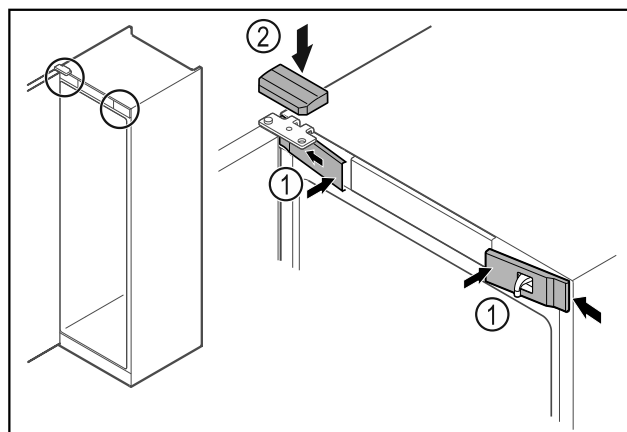

Fig. 42
- Enganchar las cubiertas delanteras Fig. 42 (1) lateralmente y encajarlas.
- Encajar la cubierta superior Fig. 42 (2) desde arriba.